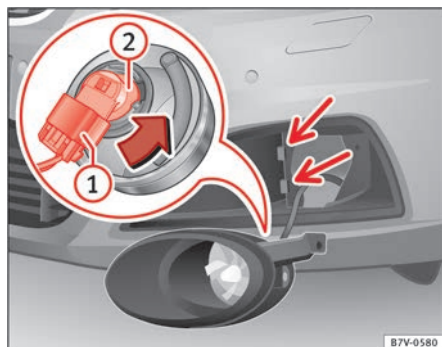

Fig. 208 Cambio de las lámparas de los faros.
4. Inclíne el faro ligeramente hacia delante y extráigalo de sus alojamientos laterales ⇒ fig. 208 (flechas pequeñas).
5. Desbloquee el conector ⇒ fig. 208 ① y retírelo.
6. Gire el portalámparas ⇒ fig. 208 ② hasta el tope hacia la izquierda, en el sentido de la flecha, y extráigalo junto con la lámpara retirándolo hacia atrás.
9. Encaje el conector ⇒ fig. 208 ① en el portalámparas ⇒ fig. 208 ②. El conector debe encastrar de forma audible.
10. Coloque el faro en los alojamientos ⇒ fig. 208 (flechas pequeñas) e inclínelo hacia atrás.